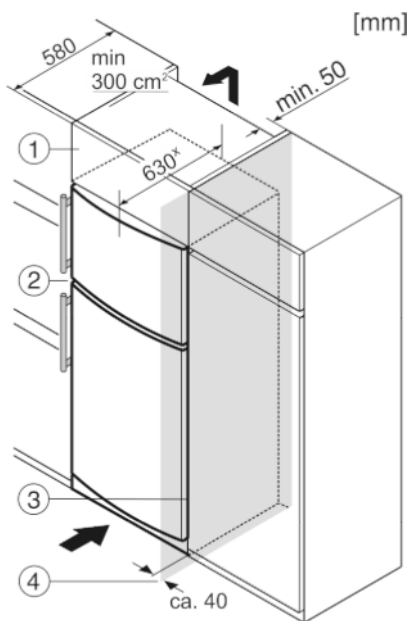

Fig. 7
- (1) Opbouwkast
- (2) Apparaat
- (3) Keukenkast
- (4) Wand
Het apparaat kan in keukenkasten worden ingebouwd. Om het apparaat Fig. 7 (2) aan de hoogte van het keukenblok aan te passen, kan boven het apparaat een opzetkast Fig. 7 (1) worden aangebracht.
Bij een ombouw met keukenkasten (diepte max. 580 mm) kan het apparaat direct naast de keukenkast Fig. 7 (3) worden geplaatst. Het apparaat steekt aan de zijkant 34 mm* en in het midden 50 mm* uit ten opzichte van het keukenkastfront.
Plaats u het apparaat met de scharnierkant naast een muur Fig. 7 (4), dan moet de afstand tussen apparaat en muur minstens 40 mm bedragen. Dit in verband met het uitsteken van de deurgreep bij een geopende deur.